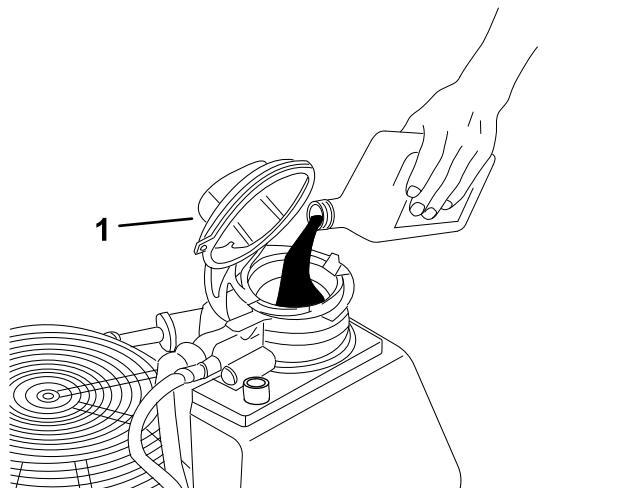

Figura 46
- Si el nivel de aceite es bajo, abra el tapón de llenado (Figura 46).